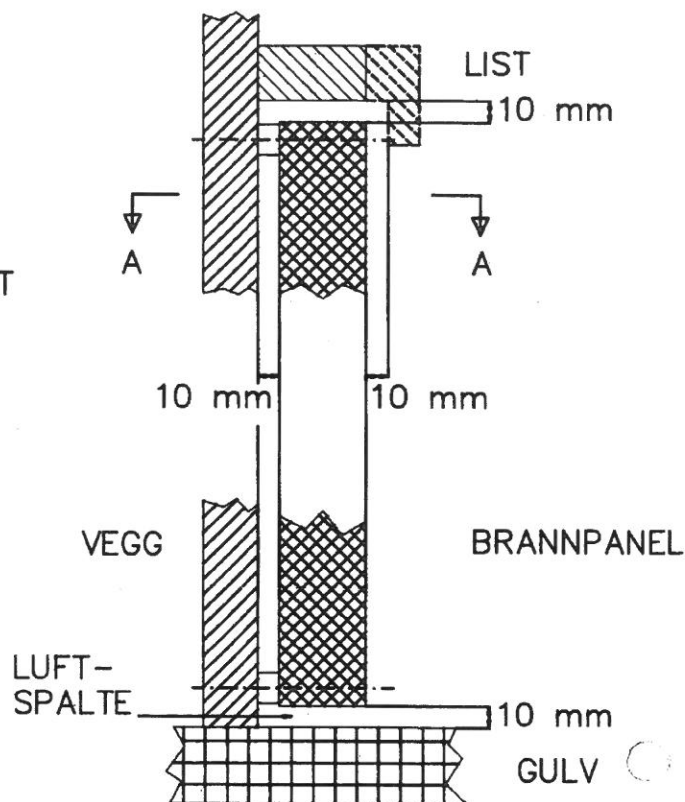

Fig. 5
1.2. NB. Jøtul brannpanel skal monteres med 10 mm avstand fra gulv og vegg. Se fig. 5. Slik at luft kan sirkulere bak brannpanelet.
1.3. Belistning må utføres som vist i fig. 5.